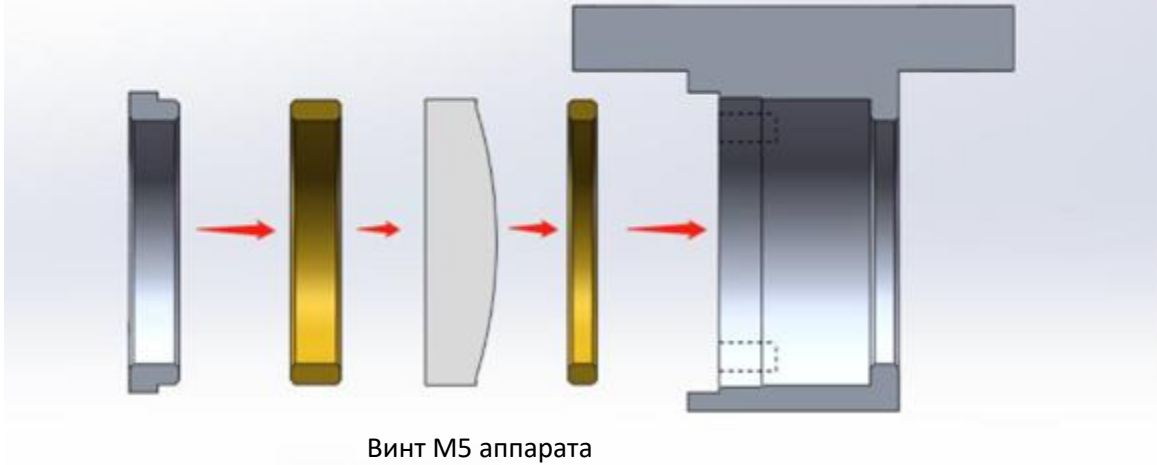

Рис. 2.6-2
3) Как показано на рис. 2.6-2, перед установкой линзы проверьте отсутствие загрязнений на ее поверхности. При необходимости протрите линзу чистым (без пыли) ватным тампоном, смоченным в спирте; замените коллиматорную линзу на новую. Затем вставьте ее в держатель коллиматорной линзы и обратите внимание на правильное направление плоской и выпуклой поверхностей коллиматорной линзы, не устанавливайте ее в обратную сторону.